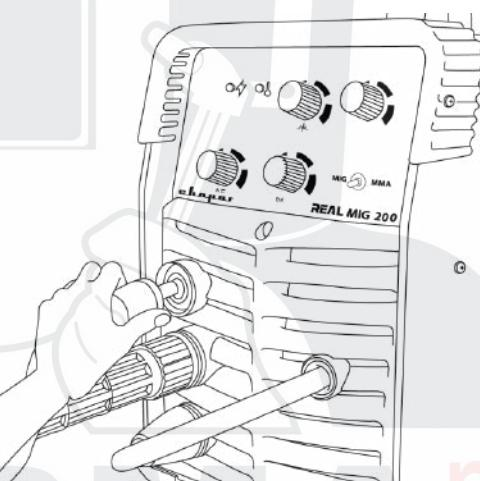

Рис. 7.2. Подключение силового наконечника клеммы заземления.
2. Вставьте силовой наконечник кабеля заземления в панельную розетку со знаком «+» или «-» на передней панели аппарата в зависимости от необходимых технологических задач (См. Раздел 8). Поверните его до упора по часовой стрелке. Убедитесь в плотной фиксации соединения (См. рис. 7.2). Закрепите клемму заземления на заготовке.